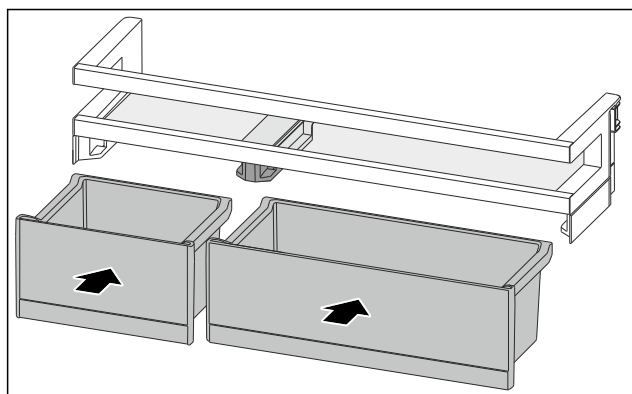

Fig. 143
- Inserire i VarioBox in posizione scambiata. (vedere Fig. 143)